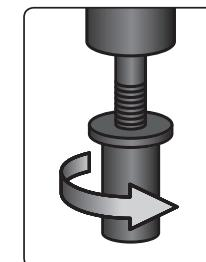

Fig. 4
- 4) Impostare la direzione di rotazione della testa del mandrino in senso orario, senza tenere fermo l'adattatore con la mano, cosicché possa girare, e, tenendo fermo l'inserto filettato con una mano, lasciare che l'asse centrale filettato dell'avvitatore si avviti all'interno dell'inserto (Fig. 4). L'inserto filettato deve essere avvitato sull'asse nella direzione mostrata nella Fig. 4, altrimenti non sarà possibile tirarlo.